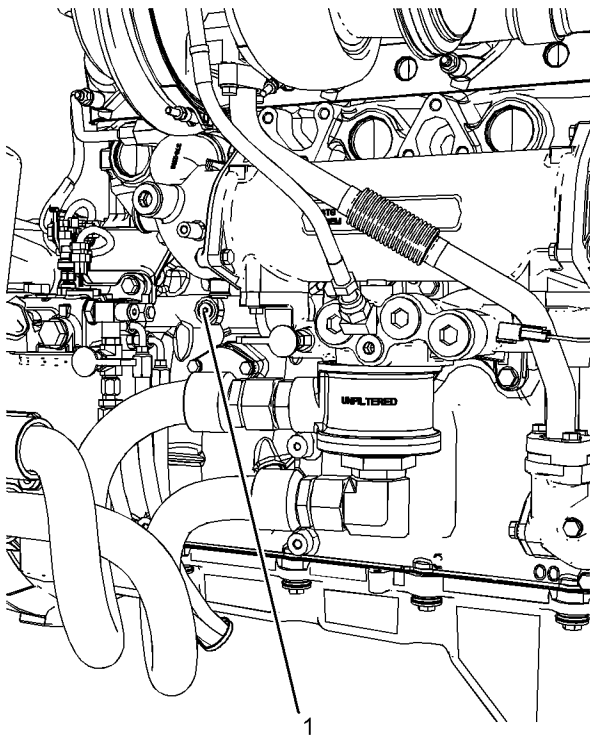

Abbildung 17
Den in Abbildung 17 dargestellten Stopfen entfernen, um das Motorölsystem anzuschließen. Das Verbindungsteil benötigt die Maße 9/16" x 18 TPI (Gangzahl je Zoll). Darauf achten, dass die richtige Ölsorte verwendet wird; zu weiteren Informationen siehe dieses Betriebs- und Wartungshandbuch, "Flüssigkeitsempfehlungen". Wenn die Motorinnenflächen geschmiert sind, Verbindungsteil entfernen und Stopfen (1) einschrauben. Stopfen mit 30 Nm (265 lb in) festziehen. Perkins empfiehlt, das Verfahren bei einer Umgebungstemperatur von mindestens 10 °C (50 °F) durchzuführen.